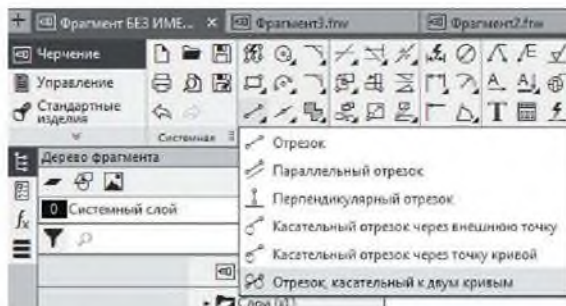

Рисунок 4.6 Выбор опции *Отрезок, касательный к двум кривым*
4) Удерживая ЛК мыши команду *Отрезок*, в *Панели расширенных команд* выбрать *Отрезок, касательный к двум кривым* (рисунок 4.6). На запрос системы: «Укажите первую кривую для построения касательного отрезка» – кликнуть ЛК на первой окружности. На запрос системы: «Укажите вторую кривую для построения касательного отрезка» – кликнуть ЛК на второй окруж-